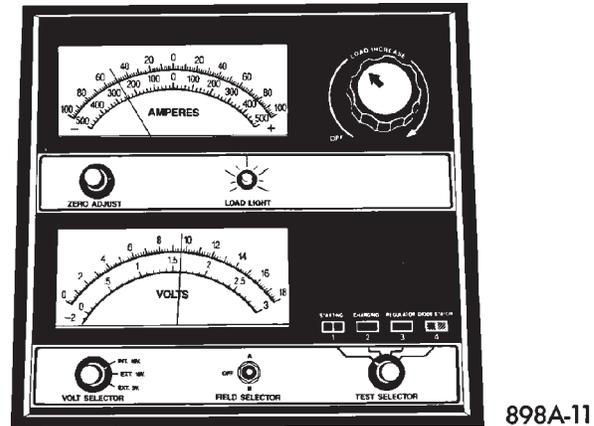

Abb. 14 Einstellung auf 50% der Kaltstart-Nennstromstärke (Spannung notieren)—Typisch
(4) Ca. fünf Minuten lang warten, bis sich die Ruhespannung der Batterie stabilisiert hat.
(5) Den Regler des Kohleschichtpotentiometers so weit drehen, bis das Amperemeter einen Wert anzeigt, welcher der halben Kaltstart-Nennstromstärke (gemäß technischen Daten der Batterie) entspricht (Abb. 14). Nach 15 Sekunden die angezeigte Spannung notieren und den Regler wieder in Stellung "Off" (Aus) zurückdrehen.
(6) Der Spannungsabfall kann je nach Batterietemperatur variieren. Die Batterietemperatur kann anhand der in den letzten Stunden vor Testbeginn herrschenden Umgebungstemperaturen abgeschätzt werden. Wurde die Batterie einige Minuten vor dem Test geladen, so ist die Batterietemperatur in der Regel erhöht. Näheres zu den korrekten Spannungswerten siehe Tabelle "Temperaturen für Belastungstest".